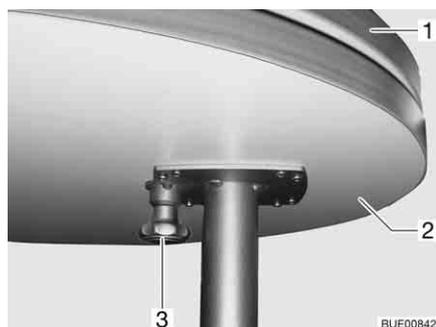

Bild 92 Fester Tisch
- Knopf (Bild 92,3) der Verriegelung nach unten ziehen und die Tischplattenverlängerung (Bild 92,2) herausschwenken.
- Tischplattenverlängerung (Bild 92,2) unter die Tischplatte (Bild 92,1) schwenken, bis die Verriegelung hörbar einrastet.